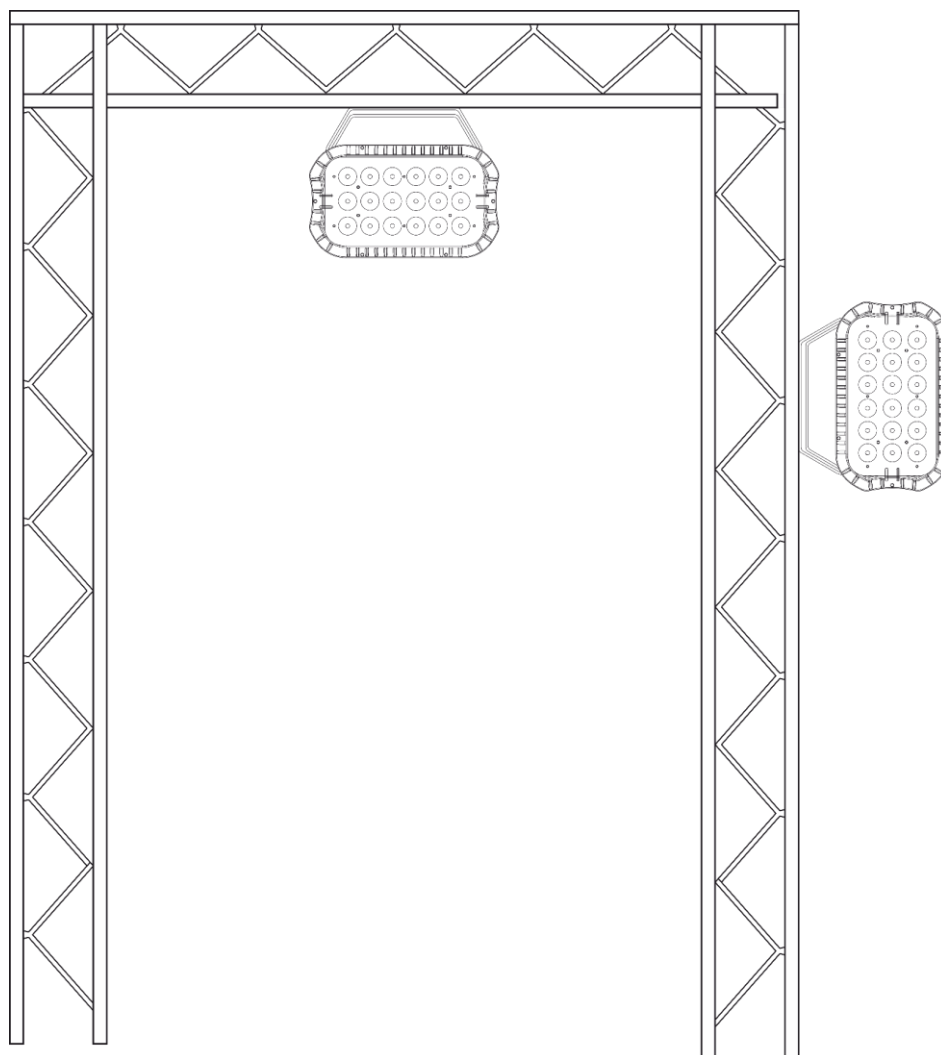

Fig. 05
- 01) Utilizzare un morsetto per fissare il dispositivo alla struttura di supporto, come mostrato nella Fig. 05. Accertarsi che il dispositivo non possa muoversi liberamente.